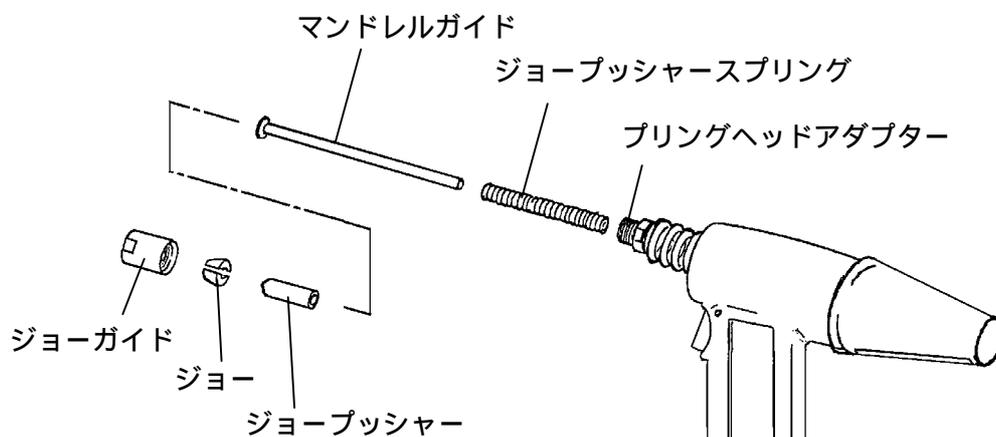
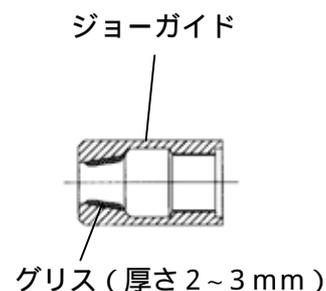

図7-2
図7-3
(2) 付属のスパナ (PRG スパナ) または 19/32 スパナでジョーガイドをプリングヘッドアダプターから取り外してください。このとき外れてくる部品を図7-2に示します。
(3) これらの部品を灯油等で洗浄してください。特に、ジョーの歯に詰まった金属粉はワイヤブラシ等で充分に取り除いてください。また、ノーズハウジングとプリングヘッドアダプター、ハイドロローリックピストンロッドの内部は圧縮空気を吹き付けて掃除してください。
(4) 組み付けは分解の逆の手順で行います。組み付ける前にジョーガイドの内側(ジョーと接する面)にグリスを充分に塗布して組み付けてください。(図7-3)